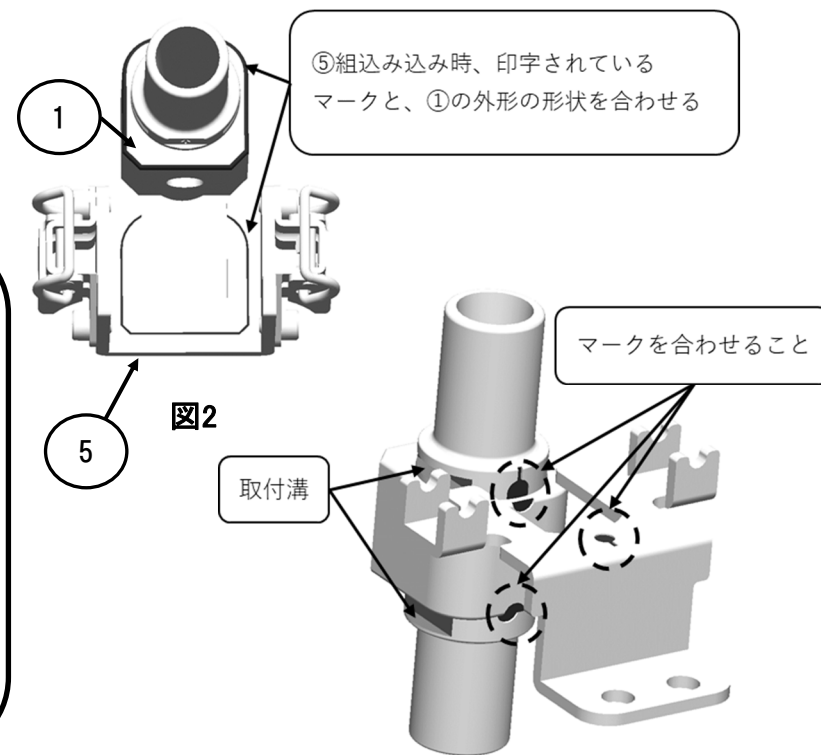

図1
- ・①に④のリングを取付けて下さい
- ※②、③に④を取付けて①に入れないで下さい、④の破損やねじれの発生により、性能低下の恐れがあります
- ・①に②、③をしっかりと嵌め込み、マークを合わせて下さい(図1参照)